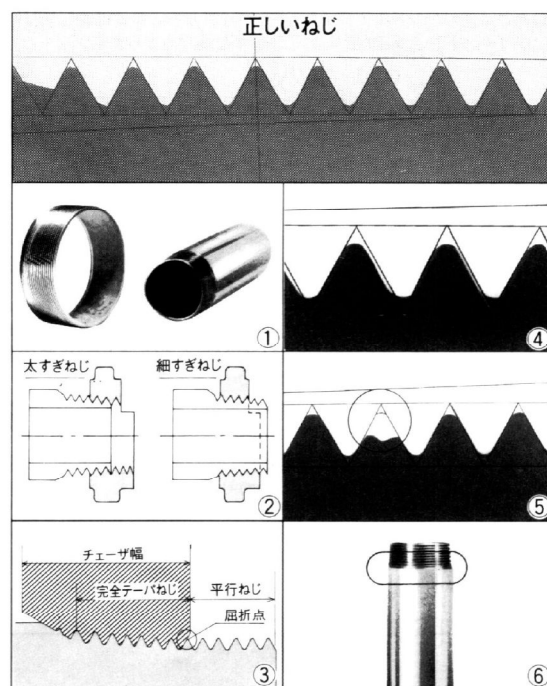

図51
①多角ねじ（図51-①）
②ねじ径の細すぎ、太すぎ（図51-②）
③屈折ねじ（手動切上ダイヘッドの場合）（図51-③）
④切られたねじの山ヤセ（図51-④）
⑤切られたねじの山欠け（図51-⑤）
⑥パイプに対してのねじの偏肉切れ（図51-⑥）